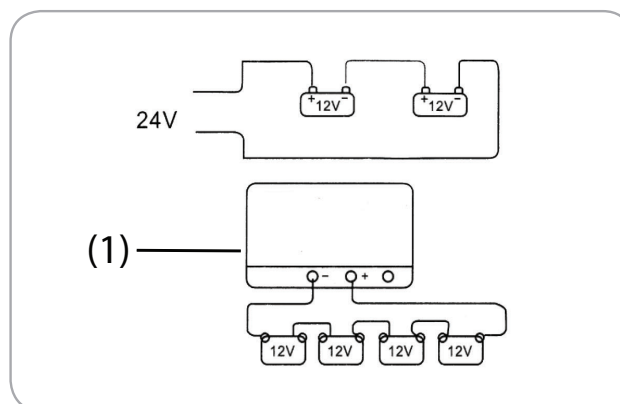
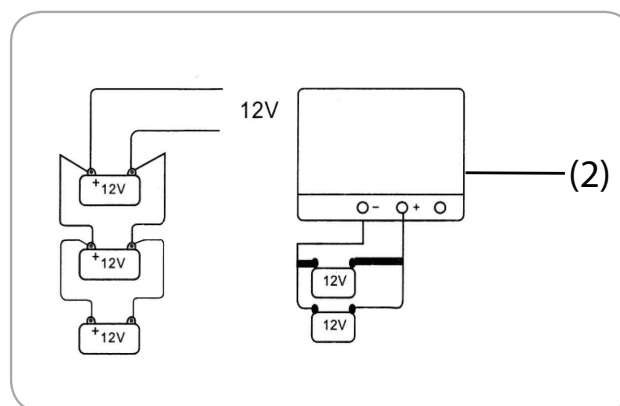

Fig.8a
Fig.8b
Efectuați cu atenție sporită acest tip de operație. Când este necesară încărcarea mai multor acumulatori în același timp, se poate opta pentru legături în "serie" Fig 8a (1) sau în "paralel" Fig 8b (2).